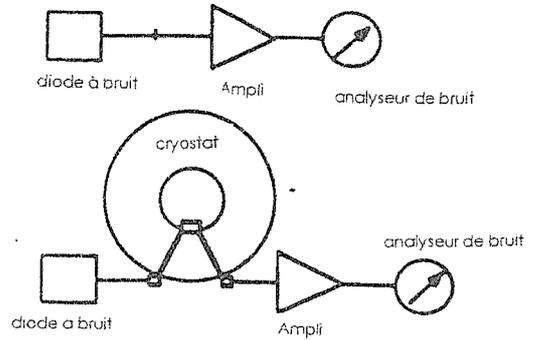

figure 2: mesure du câble d'entrée
- la seconde méthode (fig2) compare la température de bruit de l'ampli seul ( bien adapté à l'entrée) et celle du même ampli précédé du câble à caractériser. La différence des mesures représente sa contribution. L'avantage de cette méthode est de s'affranchir du gradient de température du câble. Après comparaison des résultats des deux méthodes, je peux, à posteriori, justifier mon choix pour la température physique du câble retenue dans la première méthode. En essai, le cryostat est refroidi par de l'hélium liquide, tandis que l'ampli est fixé sur un écran thermique dont la conduction est prédéterminée (4K). Il est nécessaire de connaître la variation de la température de bruit de l'ampli en fonction de sa température physique pour dimensionner le cryostat ... et là, à part les tâtonnements successifs, pas d'autres solutions!